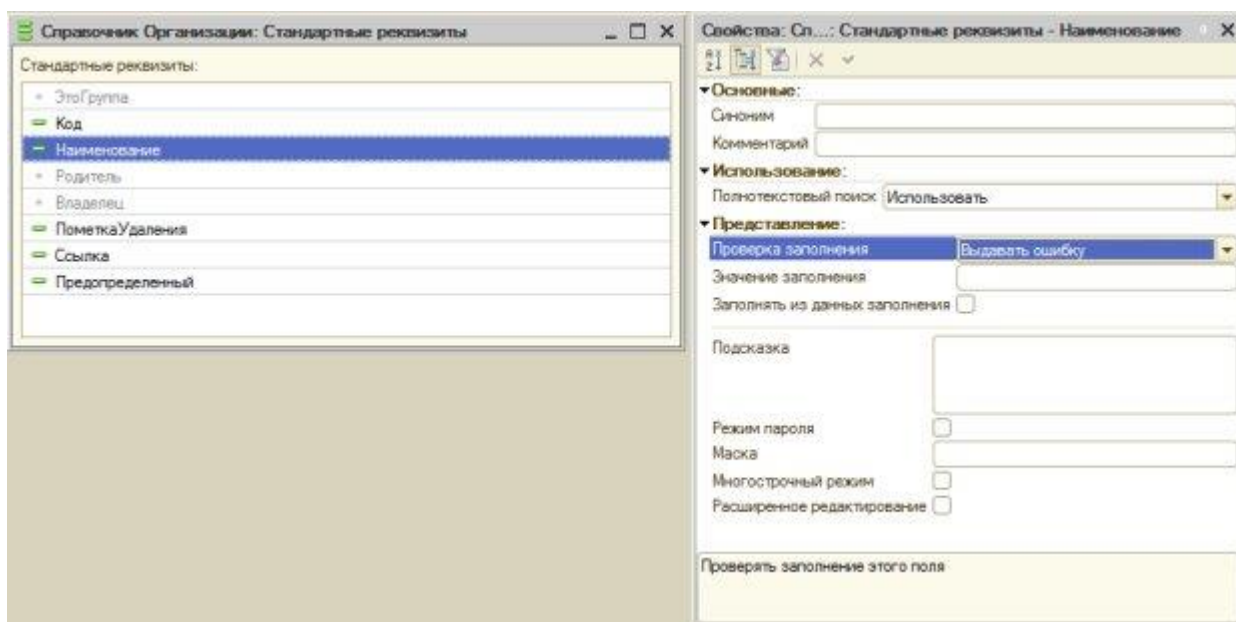

Рисунок 3.2- Стандартные реквизиты справочника и их свойства
2. Ознакомимся со списком стандартных реквизитов можно, нажав на кнопку **Стандартные реквизиты** – появится окно, содержащее список таких реквизитов, Рисунок 3.2.